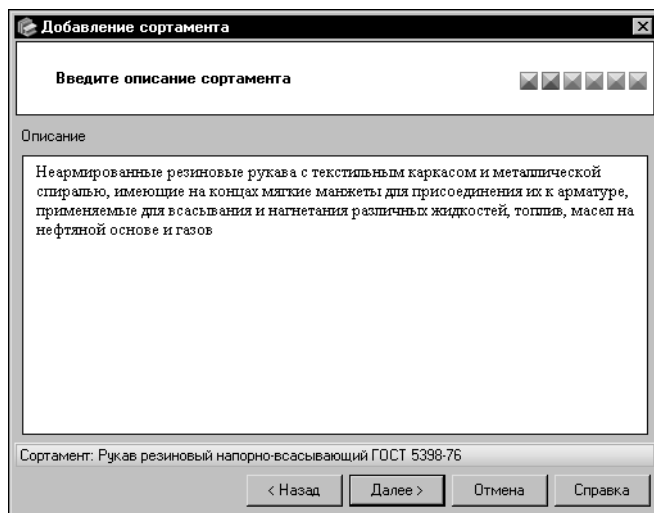

Рис. 6.37. Мастер добавления сортамента: шаг 2
4.В окне второго шага мастера (рис. 6.37) в поле **Описание** введите текст: *Неармированные резиновые рукава с текстильным каркасом и металлической спиралью, имеющие на концах мягкие манжеты для присоединения их к арматуре, применяемые для всасывания и нагнетания различных жидкостей, топлив, масел на нефтяной основе и газов*. Нажмите кнопку **Далее >**.